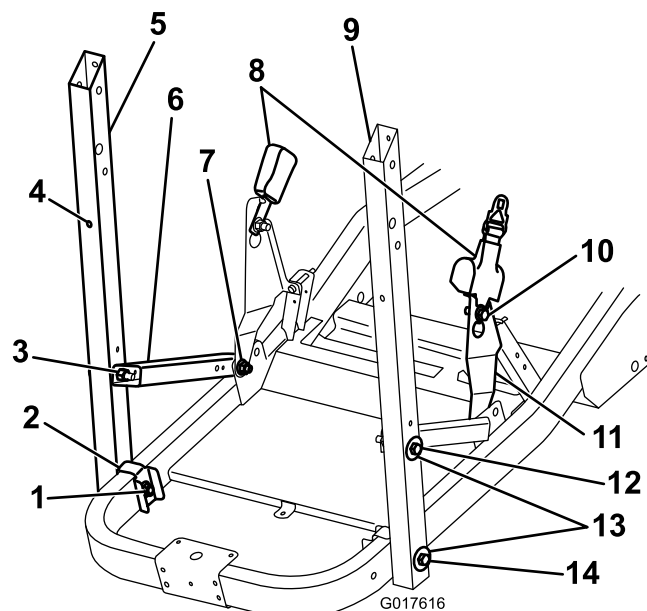
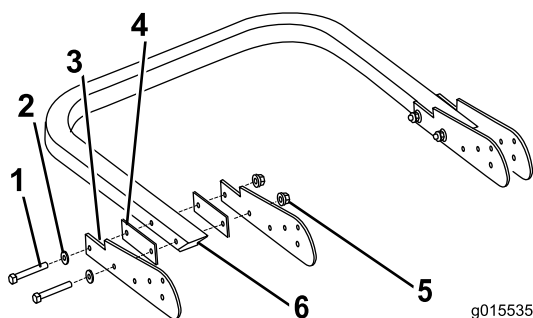

Figura 1
Figura 2
1. Fissate il supporto di ancoraggio e la staffa della cintura di sicurezza al telaio, senza serrare, con un bullone (1/2 x 1-1/4 pollici) e un dado di bloccaggio (Figura 1) in modo che possano muoversi liberamente.
2. Fissate il supporto roll bar e la staffa di rinforzo al telaio, senza serrare, con un bullone (1/2 x 4-1/2 pollici), rondella e dado di bloccaggio come mostrato in Figura 1.
- Fissate il supporto di ancoraggio al supporto roll bar con un bullone (1/2 x 3-1/2 pollici), rondella e dado esagonale (Figura 1).
- Fissate il gruppo cintura di sicurezza alla staffa della cintura di sicurezza con un bulloni a testa flangiata e un dado di bloccaggio (Figura 1).
Installate le staffe orientabili sul roll bar come mostrato in Figura 2. Allentate i bulloni in modo che le parti possano spostarsi liberamente.
- Serrate i dispositivi di fissaggio nell'ordine specificato nella seguente tabella. Utilizzate Figura 1 e Figura 2 per favorire l'identificazione dei pezzi.
- Installate eventualmente entrambi i respingenti piccoli in gomma. Premete la flangia piccola sul retro di ciascuno nei fori dietro i supporti roll bar (Figura 1).